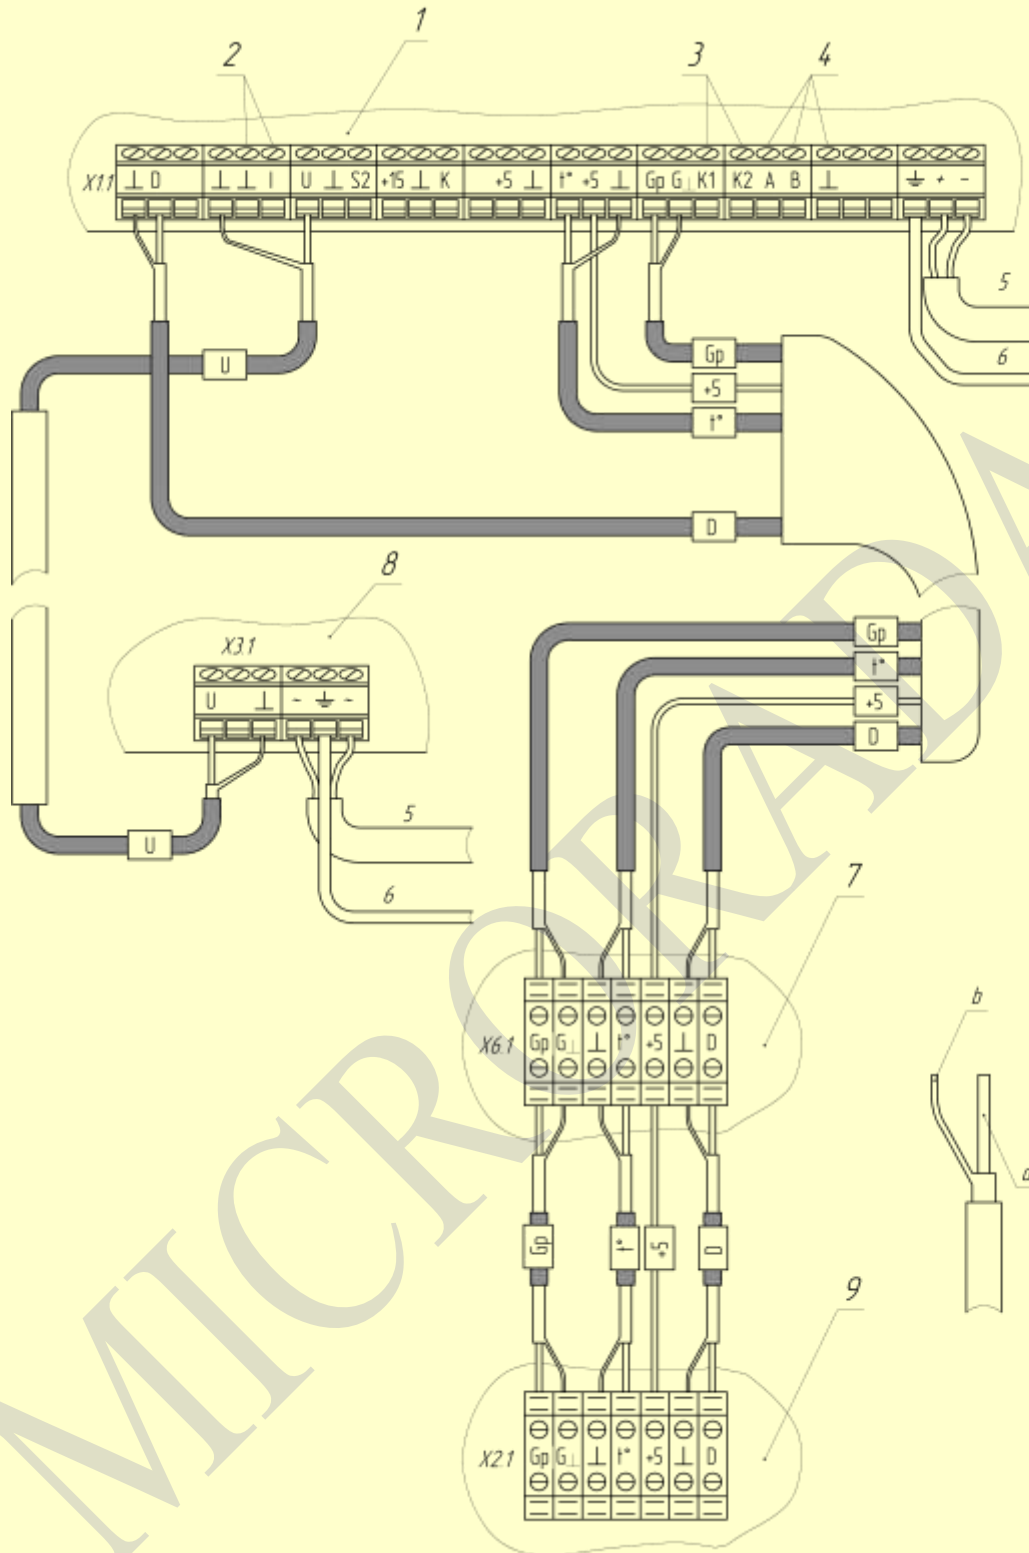

Рис. 6.4. Соединение блоков влагомера
Соединение блоков производится согласно схеме электрической соединений (см. приложение 2) и Рис. 6.4, 6.5.
7.2.1. Отключите от клеммной колодки блока управления и контроля (X1.1 на Рис. 6.4) провод питания генератора (маркировка «Gr»).
Для внешней оболочки – трубка гофрированная ПВХ диаметром 16 мм ГОСТ Р50827-95. Удлинённый кабель включается на место штатного между клеммной колодкой клеммной коробки (X6.1 на Рис. 6.4) и клеммной колодкой блока управления и контроля (X1.1 на Рис. 6.4, 6.6). Подсоединение кабеля выполняется в соответствии с п. 6.3 настоящей инструкции.
9.1.2. Отсоедините от клеммной колодки клеммной коробки (X6.1 на Рис. 6.4) соединительный кабель блока, сенсоров.
Снимите питание с блока управления и контроля и блока индикации (выключите автомат). Отключите от клеммной колодки блока управления и контроля (X1.1 на Рис. 6.4, 6.6) кабель сети питания и извлеките его из блока управления и контроля, ослабив затяжную гайку кабельного ввода.
Отключите от клеммной колодки блока управления и контроля (X1.1 на Рис. 6.4, 6.6) соединительный кабель блок управления и контроля – блок индикации.
Отключите от клеммной колодки блока индикации (X3.1 на Рис. 6.4, 6.6) кабель сети питания и извлеките его из блока индикации, ослабив затяжную гайку кабельного ввода.